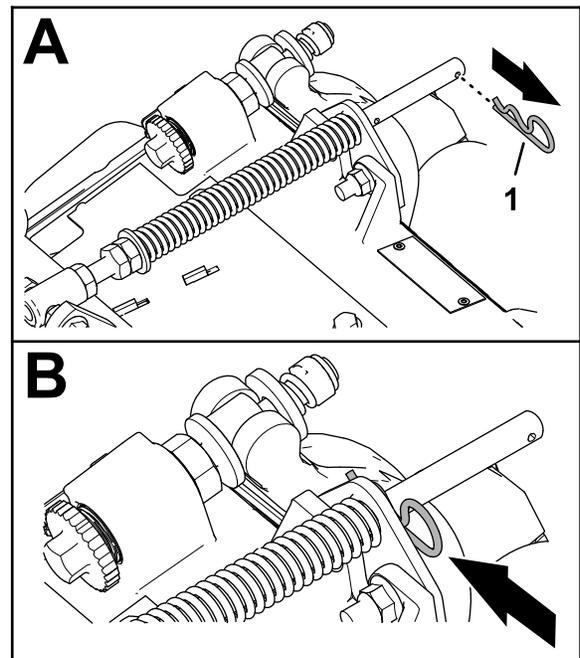

Figura 10
1. Se la coppia è montata nel foro posteriore dell'asta della molla di compensazione, rimuovete la coppia e inseritela nel foro accanto alla staffa (Figura 10).